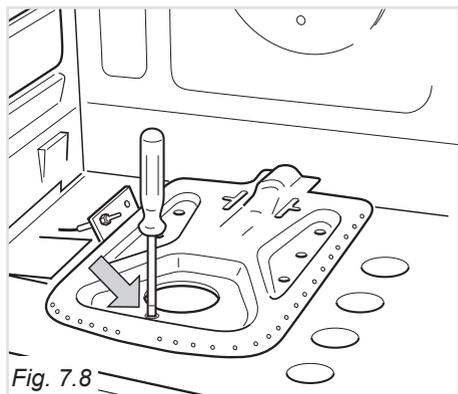

Fig. 7.8
- Svitare la vite che fissa il bruciatore (fig. 7.8).